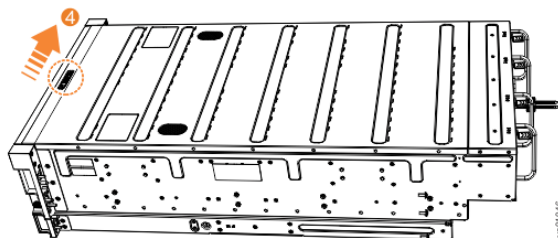

Рисунок 80. Блокировка верхней крышки
5. Заблокируйте крышку с помощью запирающего рычага 4 (см. Рисунок 80 на стр. 70)